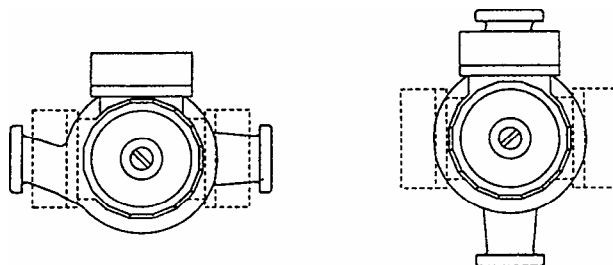

РИС. 5
- Монтаж насоса производить без механического напряжения и **только с горизонтально расположенным валом насоса** (см. рис. 5). На насос не должны передаваться напряжения от трубопровода и его вес.